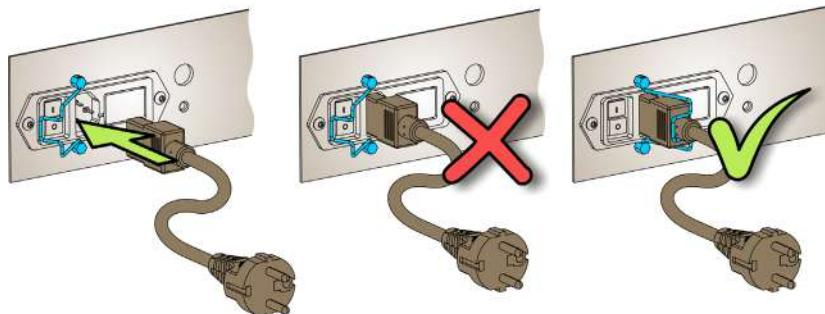

Fig. 43: Grampo de retenção
**Cuidado! Verifique se o cabo da fonte de alimentação está bloqueado com grampo de retenção (fig. 43).**